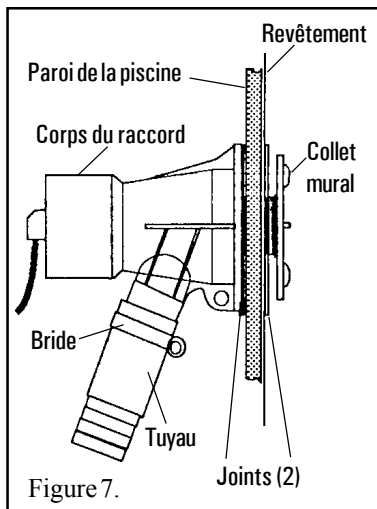

Figure 7.
14. Glissez le tuyau de rappel d'eau de l'appareil sur l'orifice d'arrivée d'eau et serrez bien la bride (voir figure 7).